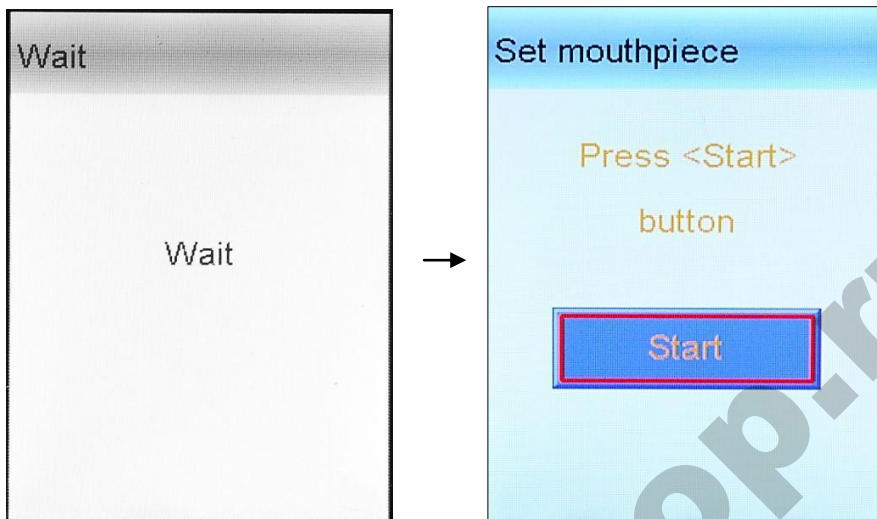

Рисунок 8 – Подготовка к измерению
2.7.2 Выберите режим измерения, переместив курсор с помощью кнопки **A** или **B** на соответствующую иконку и утвердив выбор кратковременным нажатием на кнопку вкл/выкл. Анализатор начнет процедуру подготовки к измерению, на дисплее последовательно появятся окна «**Wait**» и «**Set mouthpiece**» (рисунок 8).